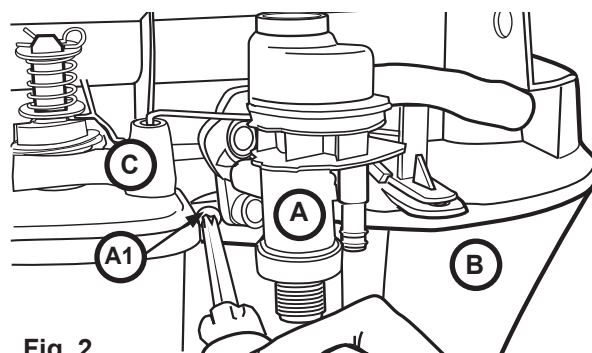
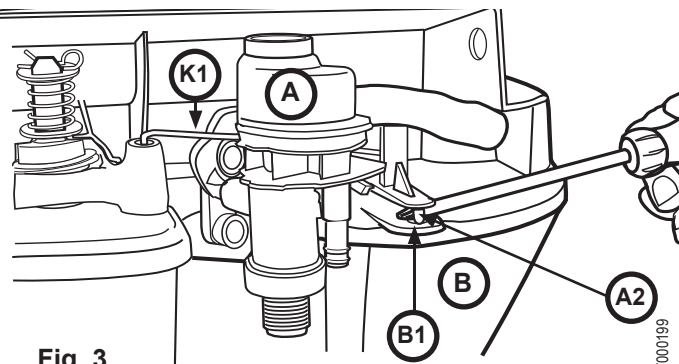

Fig. 2
Fig. 3
1. At rear of toilet, remove **A1** from **A** (Fig. 2). Set **A1** aside.
2. Push **E** (NS) down to take tension off OLD **K1**. Keep tension off of **K1** during the next two (2) steps.
3. Lift **A2** to release from **B1** (Fig. 3) and rotate **A** off **B**.
3. Attach **A** to **B**; secure with **A1** (Fig. 2).
1. À l'arrière de la toilette, retirez **A1** de **A** (Fig. 2). Mettez **A1** de côté.
2. Poussez **E** (NM) vers le bas pour relâcher la tension de l'ANCIEN **K1**. Continuez de relâcher la tension de **K1** lors des deux (2) prochaines étapes.
3. Soulevez **A2** pour dégager **B1** (Fig. 3) et tournez **A** hors **B**.
3. Posez **A** sur **B**; fixez avec **A1** (Fig. 2).
1. En la parte posterior del inodoro, quitar **A1** de **A** (Fig. 2). Poner **A1** aparte.
2. Presionar **E** (NM) para aliviar la tensión de **K1** ANTIGUA. Mantener **K1** sin tensión en los dos (2) pasos siguientes.
3. Levantar **A2** para liberarla de **B1** (Fig. 3) y girar **A** para sacarlo de **B**.
3. Instalar **A** en **B**; fijar con **A1** (Fig. 2).